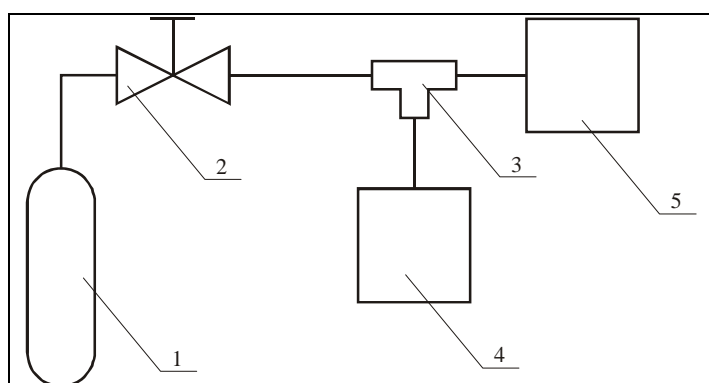

Рисунок 2
1. Собрать схему подачи газозудной смеси согласно Рис. 2.